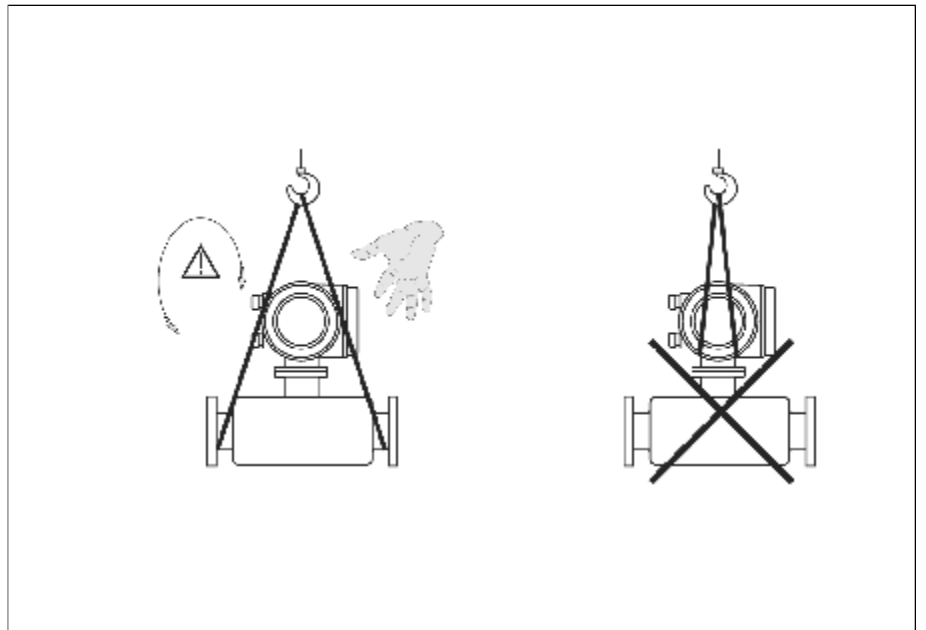

图3：DN40...150 传感器运输指南
- 吊运公称直径为DN40...150的测量系统时使用网状软绳绕住两端过程连接处，请勿将吊绳绕在变送器外壳处或接线腔外壳处，请勿使用链条以免损坏外壳。（图3）